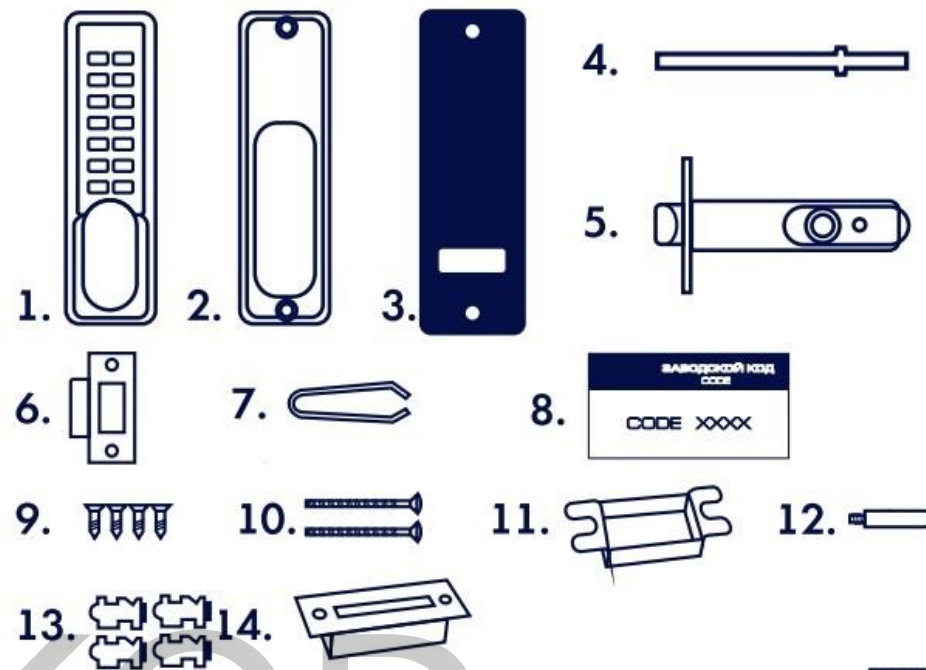

рис. 1
Перед началом установки замка проверьте работоспособность всех его частей, наберите код (номер кода на картонке (8) рис. 1;